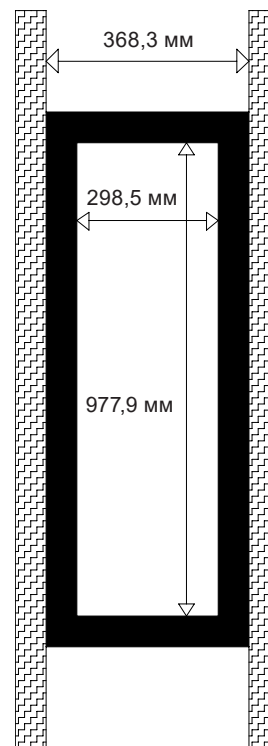

Рисунок 14
2. Используйте деревянную доску 2x6 (деревянная доска размером 50,8 мм x 152,4 мм) для создания рамы с внутренними размерами 977,9 мм x 298,5 мм (рис. 14). Примите во внимание, что изначальную толщину длинных боковых стоек следует состругать до получения проема шириной 298,5 мм. Измерьте детали для вычисления толщины, которую требуется состругать. Избыточное пространство в проеме предназначено для инструментов, используемых для сборки рамы в стене. Зафиксируйте на имеющихся стойках при помощи гвоздей или шурупов.